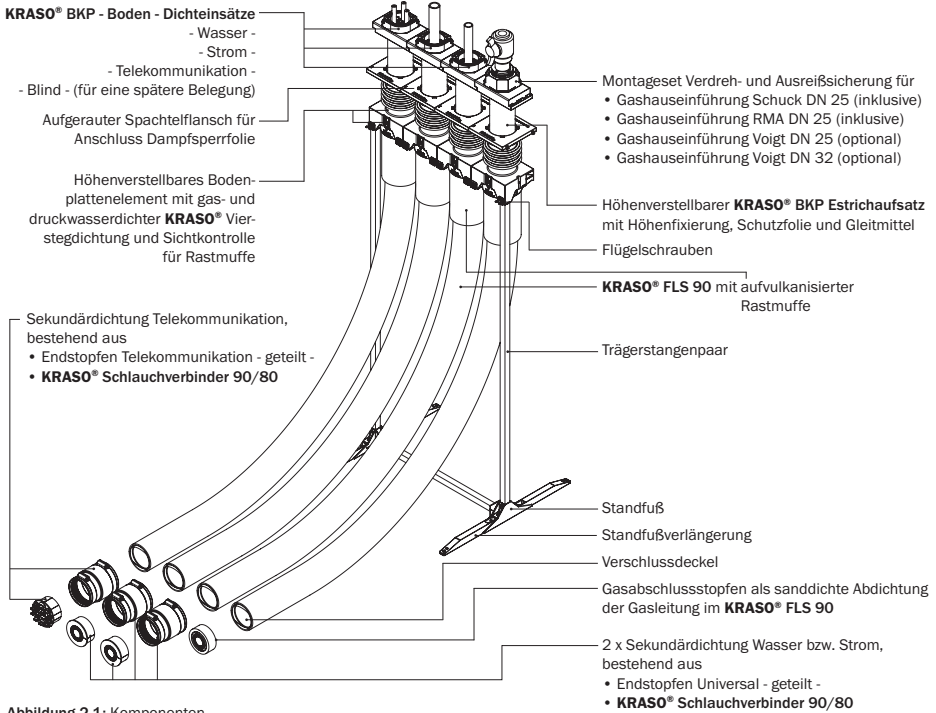
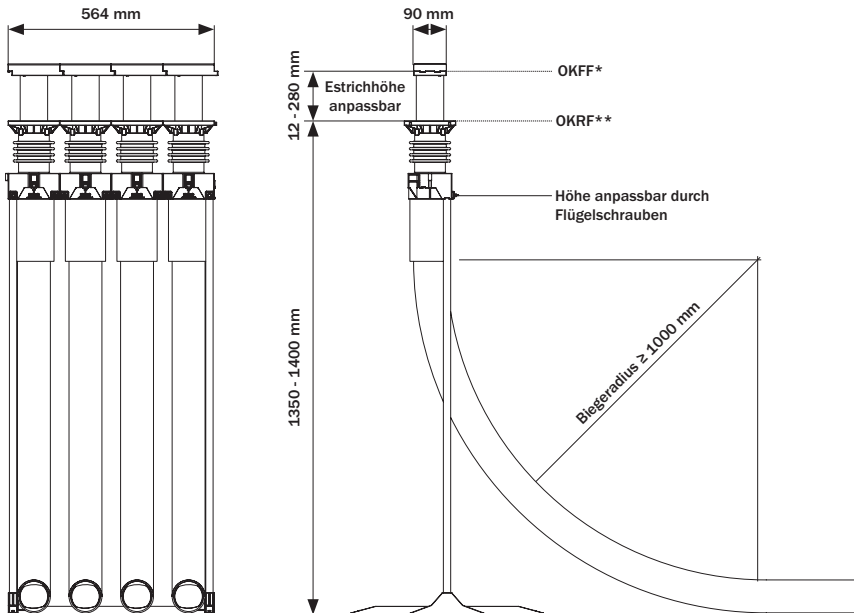

Abbildung 2.1: Komponenten
Abbildung 2.2: Bemaßung
2. Produktbeschreibung (s. Abbildung 2.1)
Das **KRASO® Bauherren-Komfortpaket - Boden - 90 - Komplett - 4-fach** enthält alle Komponenten für eine gas- und druckwasserdichte Hauseinführung aller Versorgungsleitungen (Gas, Wasser, Strom, Telekommunikation) bei nicht unterkellerten Gebäuden (s. Abbildung 2.1 auf Seite 4). Der Lieferumfang kann je nach gewünschter Ausführung variieren (s. Seite 5). Die Bemessung entnehmen Sie der Tabelle 2.1 auf dieser Seite bzw. der Abbildung 2.2 auf Seite 4.